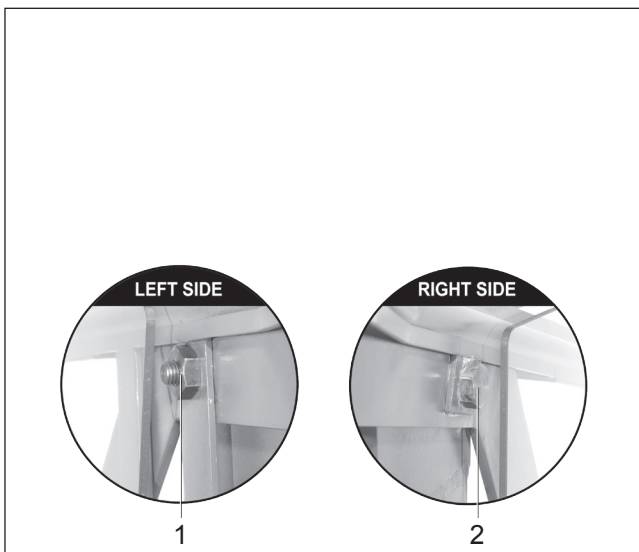

Fig. 12
- Desserrer l'écrou (Fig. 12/1) et la vis à tête 6 pans (Fig. 12/2).
- Serrer la vis à tête 6 pans (Fig. 12/2) jusqu'à ce qu'il reste un peu de jeu.
- Serrer l'écrou (Fig. 12/1) afin d'assurer le réglage.